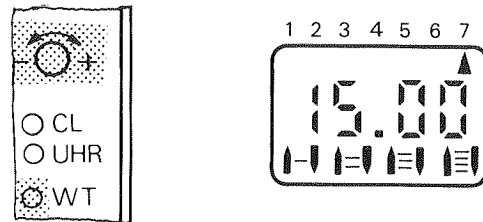

Abb. 9
3. Taste „**WT**“ bzw. „**1-7**“ drücken, und gleichzeitig Einstell-Drehknopf „“ nach links oder rechts drehen bis „“ in der Anzeige auf „7“ (= Sonntag) zeigt (Abb. 9).